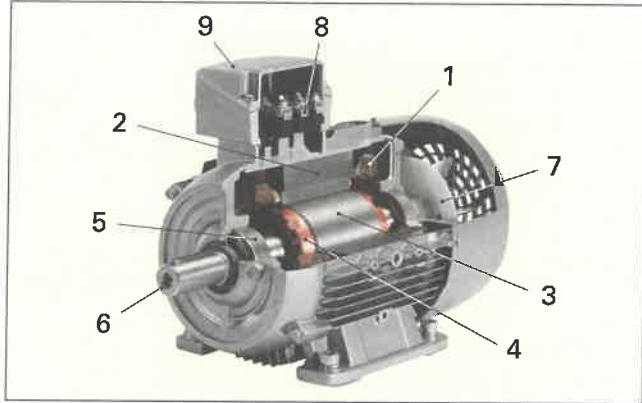

Bild 1: DSAM mit Kurzschlussläufer
1. Benennen Sie im Bild 1 die Teile eines DSAM mit Kurzschlussläufer.